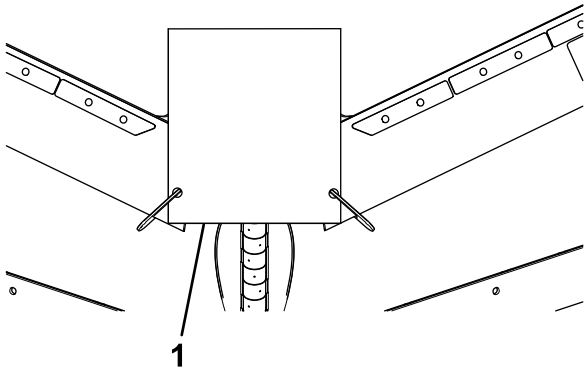

Figura 6
6. Fije la banda central con abrazaderas (Figura 6) después de alinearla como se indica a continuación: